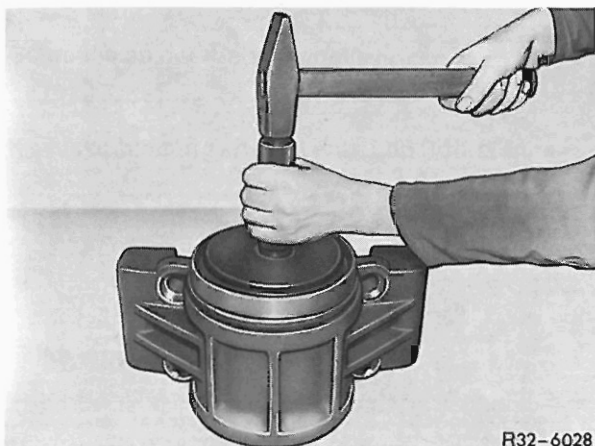

Bild 54
- 3 Die Lageraußenringe vom äußeren und inneren Kegelrollenlager mit Dorn 317 589 05 15 00 in den Hinterfedersattel eintreiben (Bild 54).